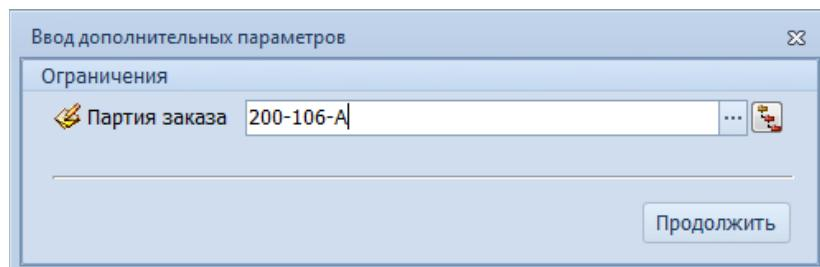

Рисунок 162. Пример ввода параметров
- В окне ввода дополнительных параметров указать нужный номер Партии заказа и нажать кнопку **Продолжить** (рис. 162).